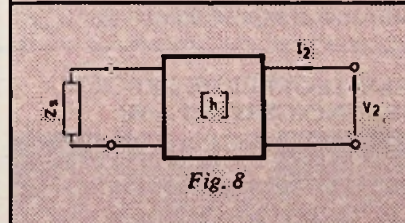

Fig. 8
Figuur 7 herleidt zich aldus tot fig. 8, en vergelijking (12) tot: